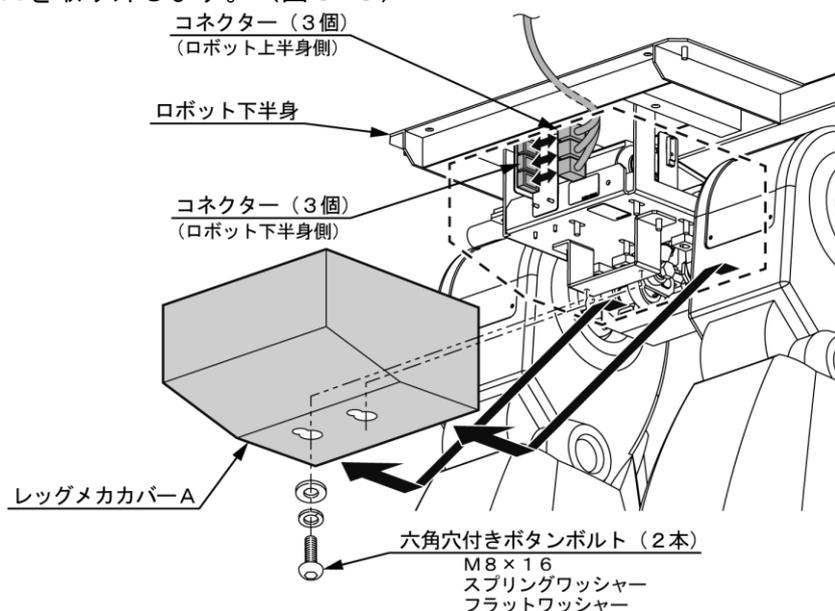

図6-6 ロボット上半身の取り付け②、⑤、⑥
- ② ロボット下半身後部からレッグメカカバーA固定用ネジ（2本）を外し、レッグメカカバーAを取り外します。（図6-6）
⑤ ロボット上半身と下半身から出ているコネクター（5個）を接続します。（図6-6、6-7）
⑥ 「②」で外したレッグメカカバーAを元通りに取り付けます。（図6-6）